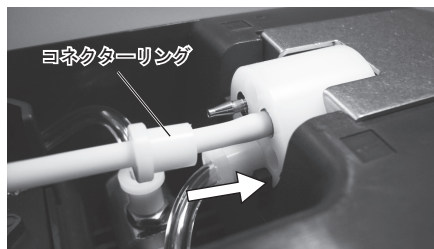

図38
- 8) ポンプチューブを取り外しと逆の手順で取り付け、コネクターリングを奥までしっかり差し込んでください。(図 38)